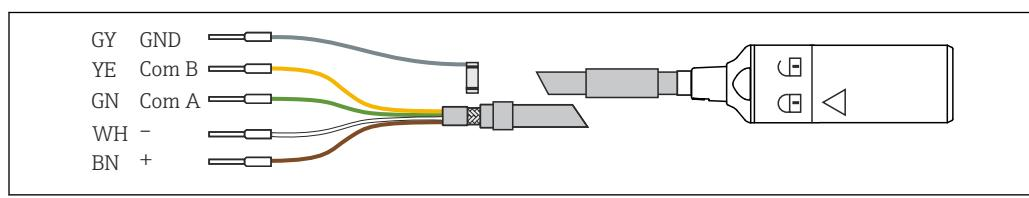

図 30 Memosens データケーブル CYK10 の例
- 3 → 図 30, 図 28 に従って接続を確立します。